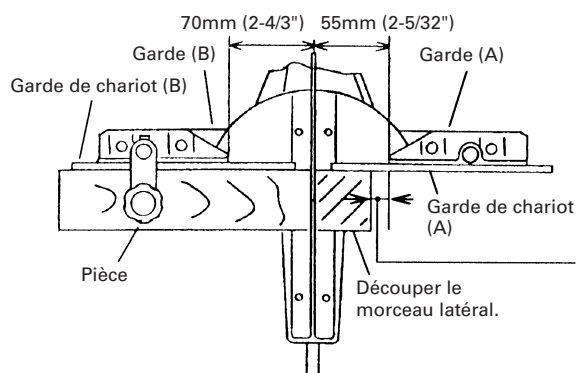

Fig. 19
La garde de chariot (A) et la garde de chariot (B) ont pour but de stabiliser les petites pièces comme indiqué sur la Fig. 19.